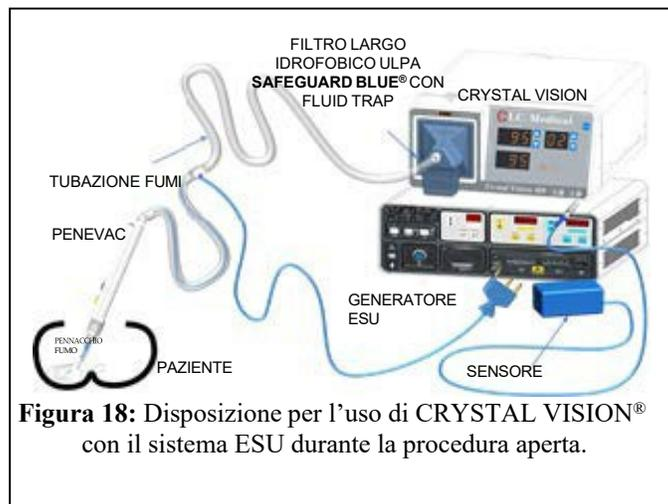

Figura 18: Disposizione per l'uso di **CRYSTAL VISION®** con il sistema ESU durante la procedura aperta.
3. Riferirsi alla Figura 18 o 19 per conoscere la relativa disposizione.